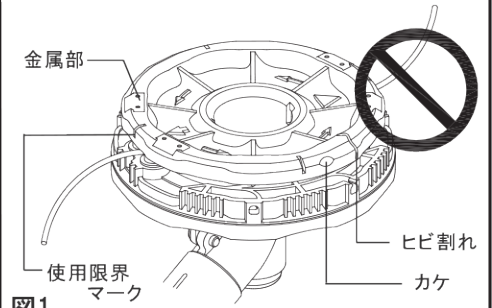

図1
- ①飛散物から身を守るために
- ②カッター本体の分解・破損・飛散を防止するために
- 使用限界マークが消えたり、金属部が無くなったら必ず新しい新品と交換してください。地面を擦って使用すると摩耗が早まる場合があります。(図1)
- カッター本体のカケやヒビ割れを点検してください。カケやヒビ割れのある部品は、必ず「新しい部品」と交換してください。(図1)